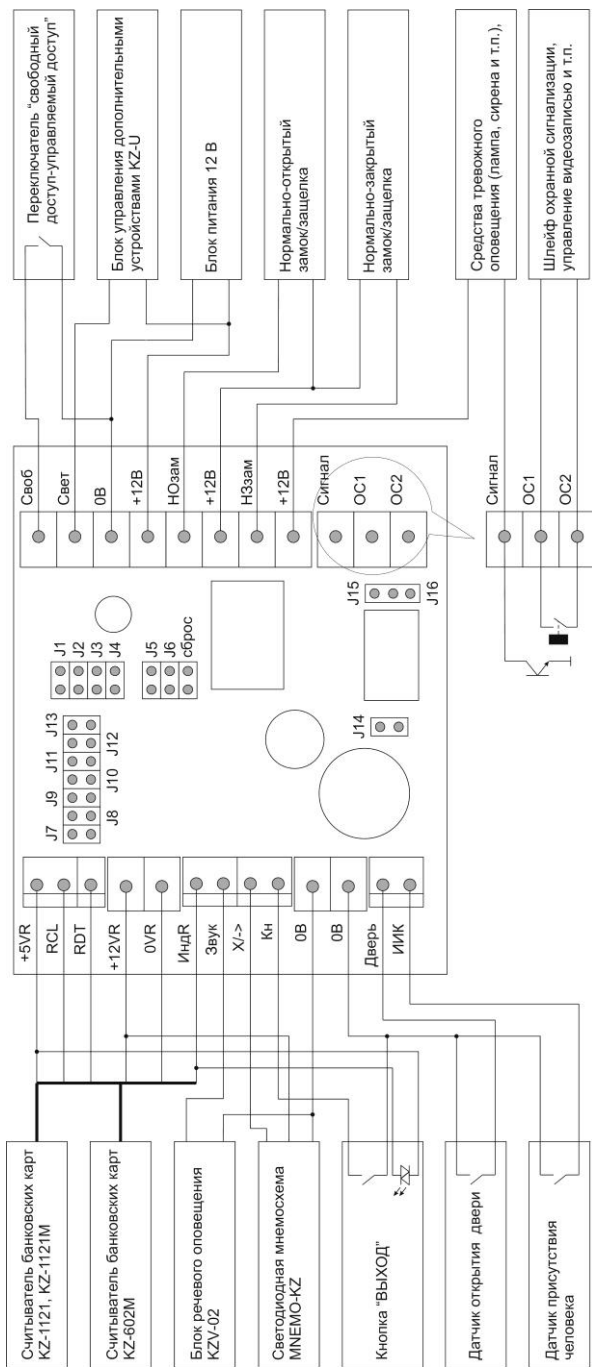

Рис.1. Схема подключения контроллера
4. Проложите и подключите к контроллеру кабели (см. рис.1).